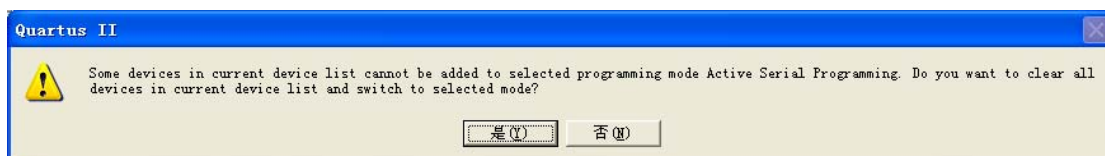

图 9-11 烧写 FPGA 配置提示窗口
- (1) 把 DE2-70 开发板左侧的开关从 RUN 拨到 PROG
- (2) 在平时经常使用的 Programmer 窗口中，把 mode 从 JTAG 改为 Active Serial Programming，遇到一个提示窗口选是确认。如图 9-11。